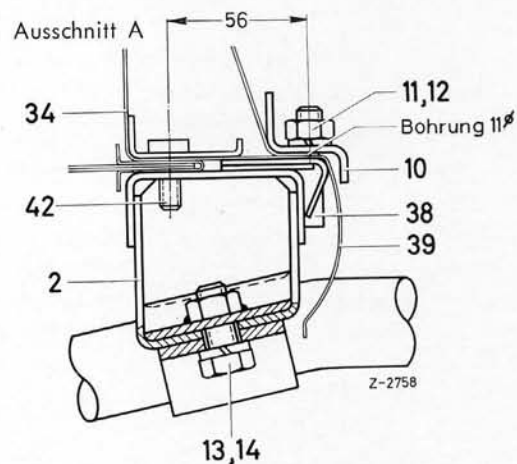

Bild 31-2/2
3. Gummiringe am Hauptschalldämpfer aushängen. Anschließend den hinteren Anschlag-Gummipuffer am hinteren Rahmenschluß-Querträger abnehmen und um ca. 10 mm kürzen. Gummipuffer in das vorhandene Loch im Querträger (2) einsetzen.
4. Von Mitte Rahmenschluß-Querträger (34) ausgehend, im Abstand von 75 mm nach links und rechts, und von Mitte Stehbolzen (42) der Tankbefestigung 56 mm nach hinten die beiden Löcher für die Schaftschrauben (38) des Querträgers (2) anreißen und mit einem Bohrer von 11 mm ϕ durch den Rahmenschluß-Querträger (34) bohren (Bild 31-2/1 und 2).